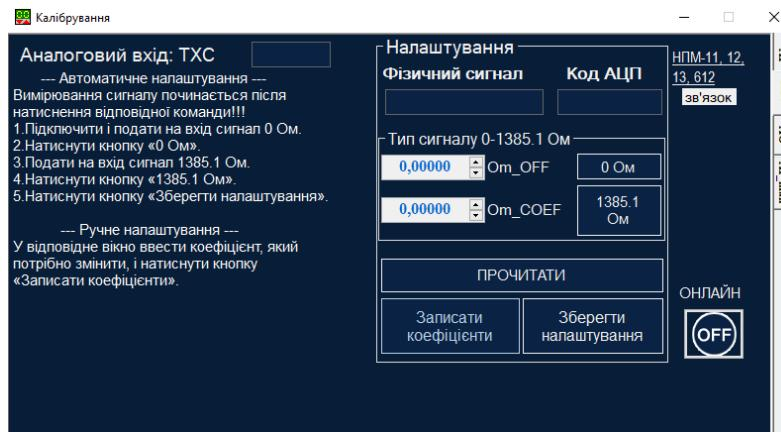

Рисунок 4.6 - Меню калібрування для термометрів опору
- на модулі універсальних входів встановити положення перемичок в положення відповідно до обраного типу вхідного сигналу (таблиця 4.1, рисунок 4.6).